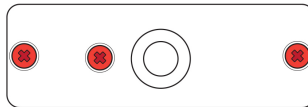
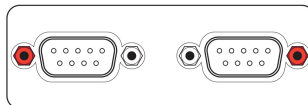

Abbildung 7: Befestigungsstellen an der Rückseite des Gehäuses
Abbildung 8: Befestigungsstellen der D-Sub-Anschlüsse an der Vorderseite des Gehäuses
8. Verschrauben Sie die Vorder- und Rückseite (siehe Abbildung 7 und Abbildung 8).